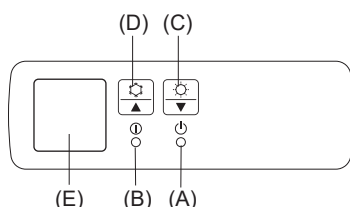

Fig. 4-2
- [Fig. 4-2] (A) Témoin Defrost/Standby (Dégivrage/Veille)